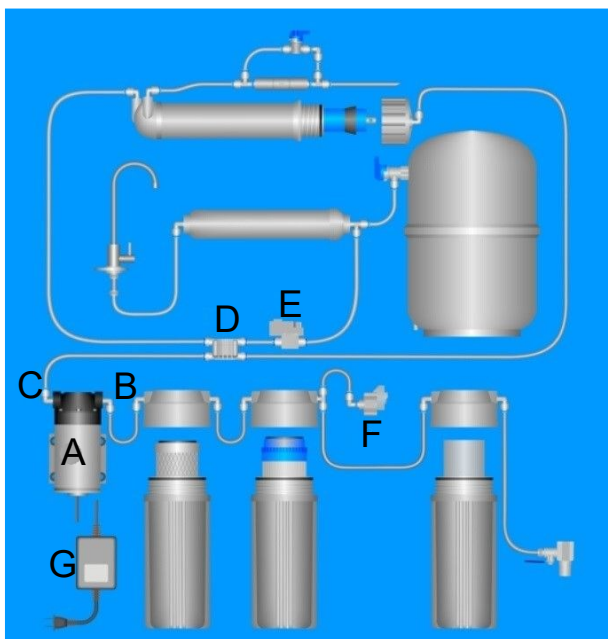

Abbildung 1
- Das Boostersystem (**Abb. 1, A**) ist ideal für den Hausgebrauch. Es ist mit einer hochwertigen Dauerbetriebpumpe ausgestattet, die einen konstanten Fluss von Einspeisewasser zur Membran liefert und dabei leise arbeitet. Die Anschlussgröße an der Pumpe ist  $\frac{3}{8}$ " (**B, C**), es ist jedoch möglich, eine  $\frac{1}{4}$ "-Schnellkupplung (nicht im Lieferumfang enthalten) zu verwenden. Diese Schnellkupplungen können bei Bedarf abgeschraubt oder ausgetauscht werden. Die
- Bitte beachten Sie die Abb. 1 und 2 für die Verbindung mit dem Hochdruckschalter (E), Niederschalter (F), Magnetventil oder Vierwegeventil (D), Transformator (G) usw.